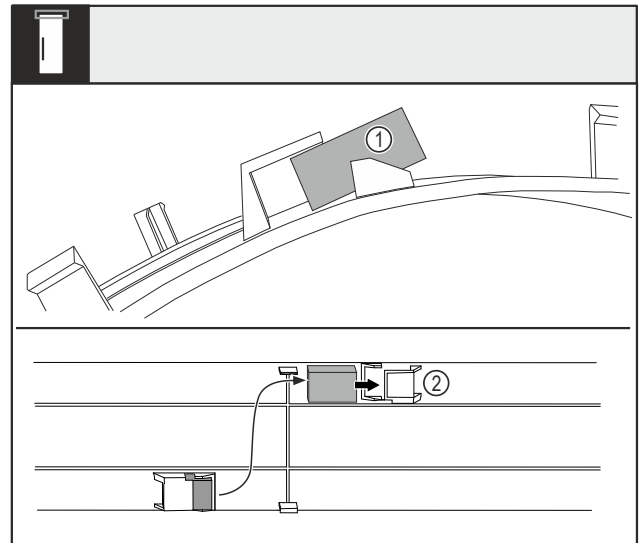

Fig. 14
- Abdeckung biegen und Türmagnet Fig. 14 (1) aus dem Nest herausziehen.
- Türmagnet ins andere Nest Fig. 14 (2) einschieben.